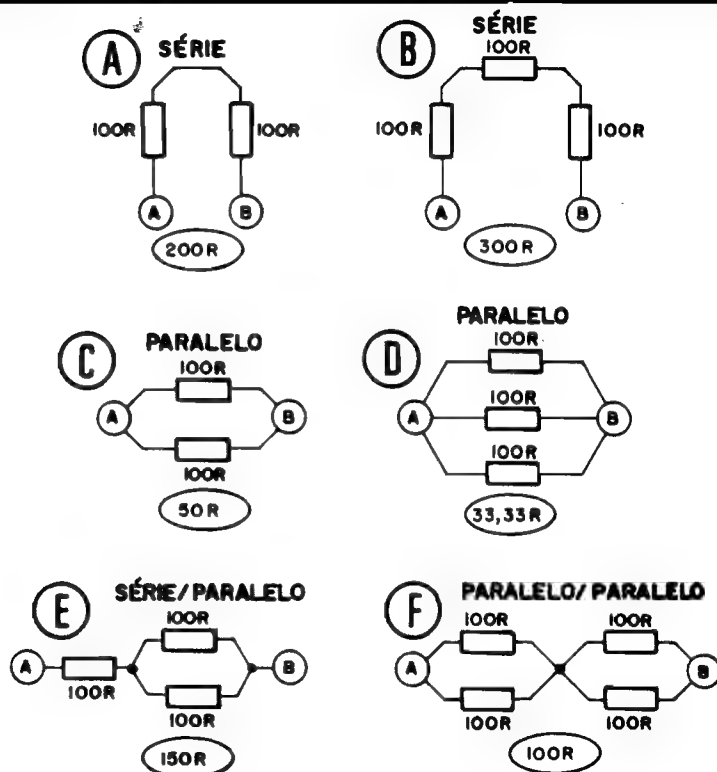
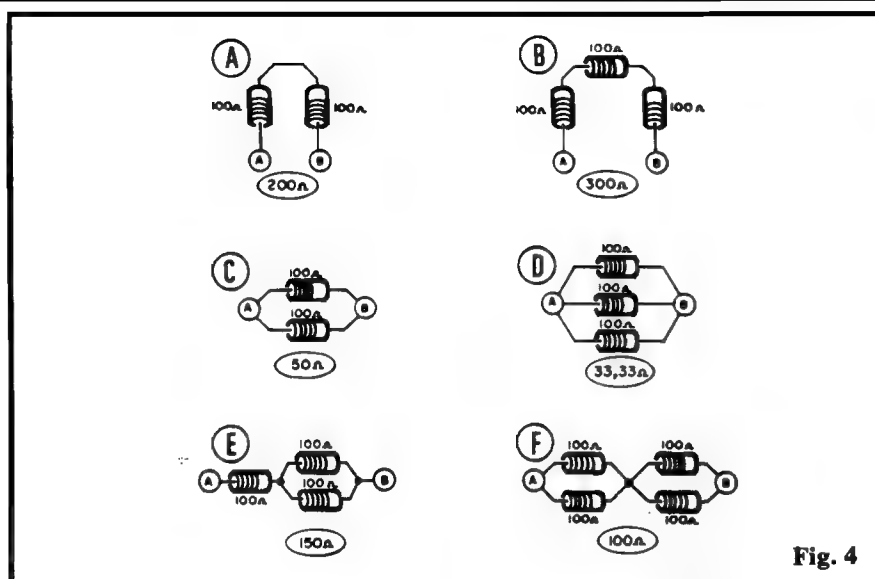

Fig. 3
Fig. 4
- FIG.3 - Diversos exemplos de associações de resistores, com os valores finais resultantes também indicados. Vamos ver cada caso:
Onde “Rp” é o valor resistivo resultante da associação, enquanto que R1, R2, R3.....Rn são os valores individuais dos resistores que formam o conjunto. Vamos “conferir” com o exemplo mostrado na fig. 3-C:
Para que o Leitor/Aluno, ainda iniciante, não se atrapalhe muito com a simbologia (vão tratando de decorar e acostumar-se, que essas “molezas” apenas serão fornecidas nas primeiras Lições...), os mesmos arranjos mostrados na fig. 3 são também vistos, em “forma real”, na próxima figura:
- FIG. 4 - “Vista real” das associações exemplificadas na fig. 3.
Comparar os **símbolos** (fig. 3) com o **chapeado** (fig. 4) é uma boa maneira de ir se acostumando com a “interpretação” dos esquemas... Com um pouco de atenção e bom senso, logo, logo o Leitor/Aluno não encontrará dificuldades em “ler” esquemas muito mais complexos...